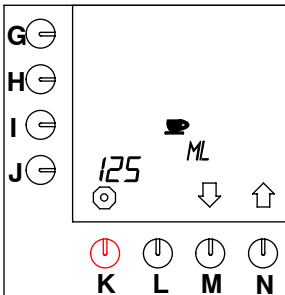

Fig. 34 Contenuto di una tazza
- Premere il tasto di selezione (N.) \uparrow fino a che sullo schermo viene visualizzato quanto illustrato nella fig. 34).